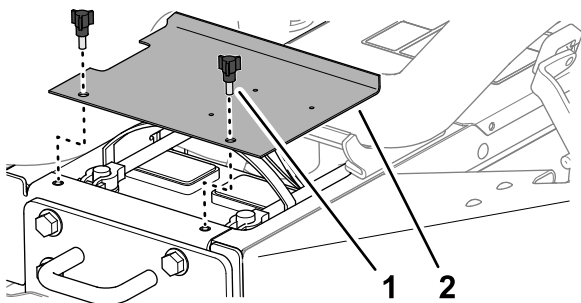

Figure 57
1. Ouvrez les loquets sur les côtés gauche et droit du capot (Figure 57).